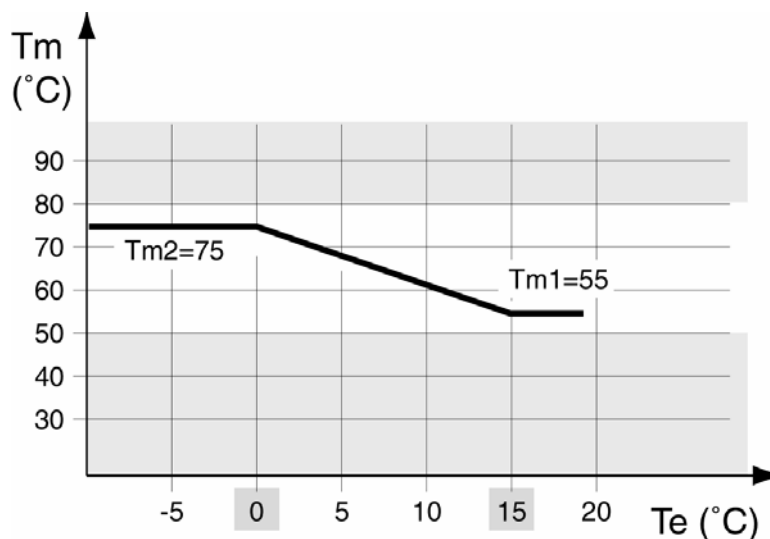

Figura 23
In questo caso, le operazioni descritte nel paragrafo precedente non sono più necessarie in quanto la temperatura di mandata dell'acqua di riscaldamento (T_m) viene automaticamente fissata dall'elettronica della caldaia in funzione della temperatura esterna (T_e) e in base a parametri che il centro assistenza che esegue la prima accensione deve inserire. In Figura 23. vi è un esempio della retta che determina la relazione tra temperatura di mandata all'impianto (TM) e temperatura esterna (TE).